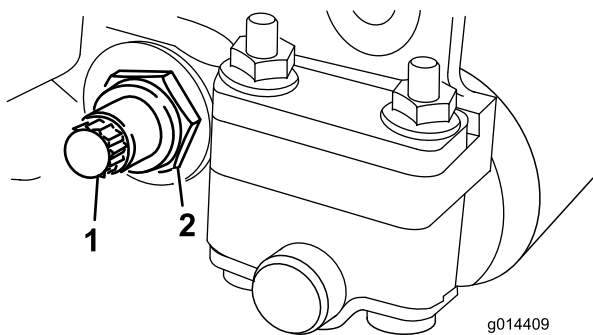
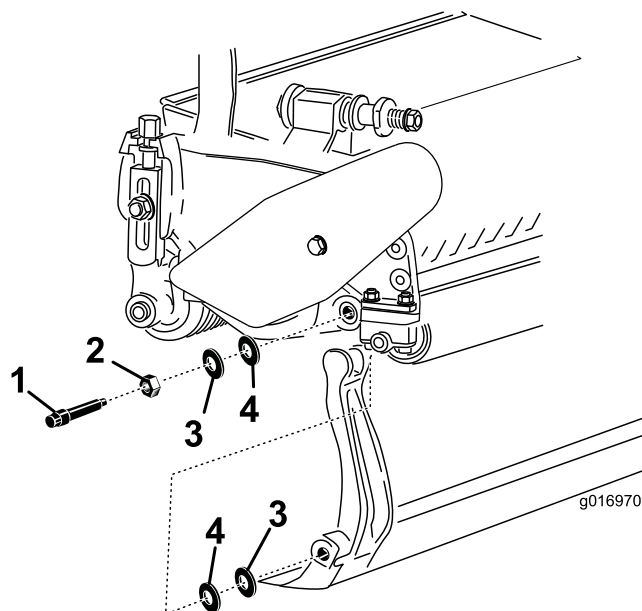

图17
图18
3. 在机器的另一侧，松开固定底刀架螺栓（图17）的锁紧螺母。
4. 拆下两个底刀架螺栓，向下拉动底刀架并从机器螺栓（图17）上拆下来。取下底刀架（图18）各端的 2 个尼龙和 2 个印花钢垫圈。
2. 使用底刀架螺栓（螺栓上带的螺母）和 4 个垫圈（共 8 个），将底刀架固定在两个侧板上。将尼龙垫圈放在侧板凸起的一侧。将钢垫圈放在每个尼龙垫圈的外侧（图18）。